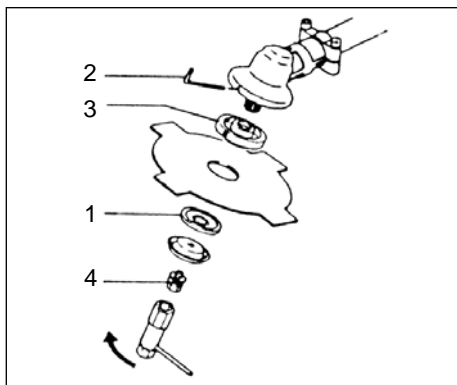

Рис. 1-10
Монтаж режущего лезвия (Рис. 1-10, 10B)
Если Ваше устройство закреплено гайкой и снабжено шплинтом, то при каждом монтаже лезвие необходимо устанавливать с новым шплинтом (5). (Рис. 1-10 C)